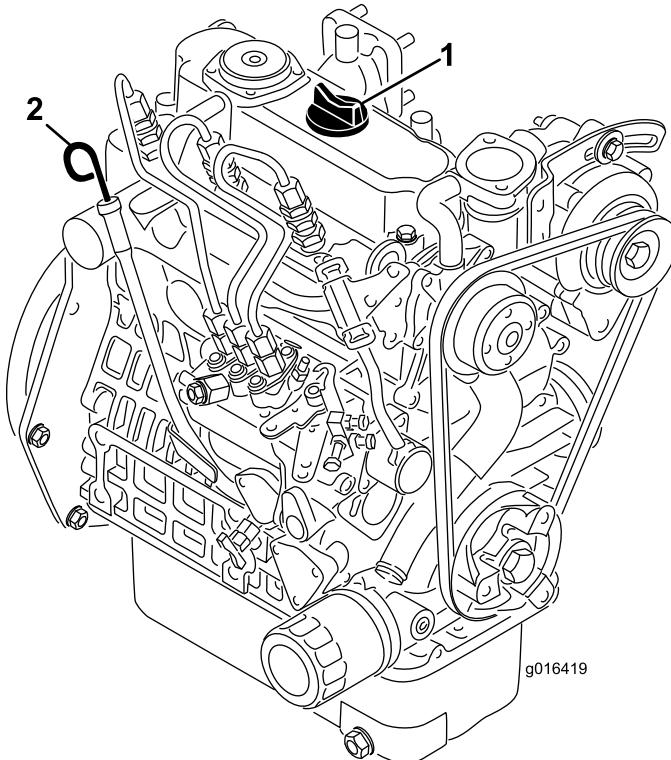

Рисунок 22
2. Вывните щуп и протрите его чистой ветошью (Рисунок 22). Вставьте щуп в трубку и убедитесь, что он вошел до упора. Вывните щуп из трубы и проверьте уровень масла. Если уровень масла низкий, снимите крышку заливной горловины и **медленно** долейте масло так, чтобы его уровень доходил до отметки Full (Полный) на щупе. Заливайте масло медленно и во время процесса часто проверяйте уровень. **Не допускайте переполнения.**